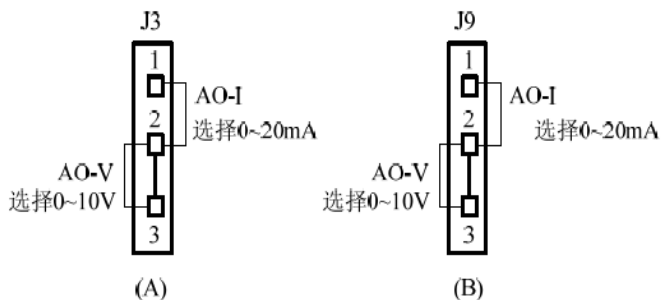

图 3-18 11KW 以上模拟输出端子配线图
提示：图 3-18 (A) J3 跳到“A0-I”位置代表电流量，跳到“A0-V”位置代表电压量，出场默认为“A0-V”；图 3-18 (B) J9 跳到“A0-I”位置代表电流量，跳到“A0-V”位置代表电压量，出场默认为“A0-V”。